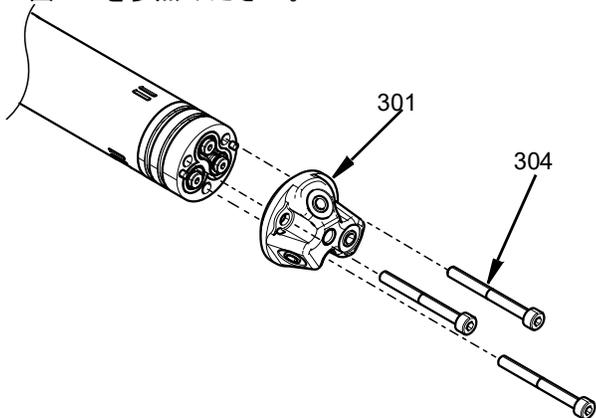

図 30
10. ノズルヘッド (301) を、セントラルボディを通してボルト締めしている M4 ネジ (304) を使ってアダプターに取り付けます。29.2 in-lbs (3.3 N•m) のトルクで締めます。以下を参照してください: 図 30 を参照ください。